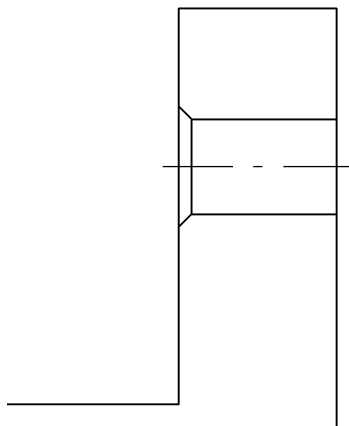

Рис. 51.33.
1. Увеличьте область чертежа вокруг верхнего отверстия (рис. 51.33).